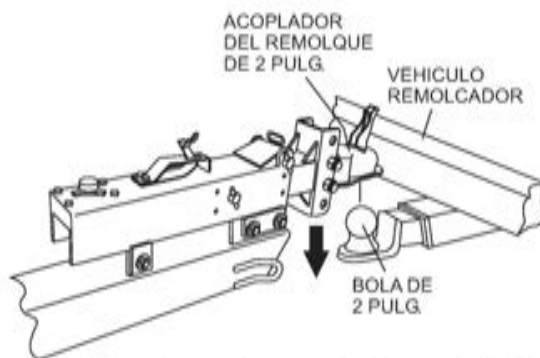

Figura 53. Mecanismo de acoplamiento de la bola de enganche
- Baje el remolque (Figura 53) hasta que el acoplador enganche completamente la bola.